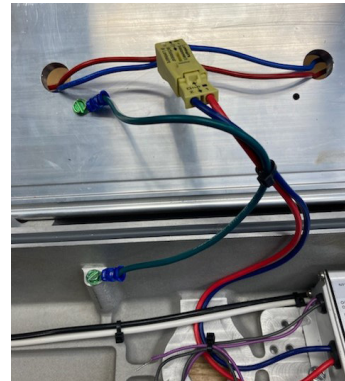

Figure 4. Acheminement des fils du raccord de moteur DEL MLLA4
5. Repérer et retirer l'attache de câble utilisée pour fixer le câblage d'entrée du moteur DEL (voir figure 4). Faire attention en retirant l'attache de câble afin de ne pas endommager les fils.
12. Acheminer le câblage de sortie du moteur et du pilote de DEL et installer l'attache autobloquante conformément à la figure 4. Couper l'excédent de matériau d'attache.